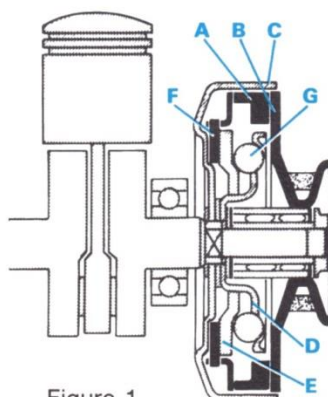

Figure 1
- 1) L'embrayage de départ (figure 1)
- 2) L'embrayage automatique à disque (figure 1).